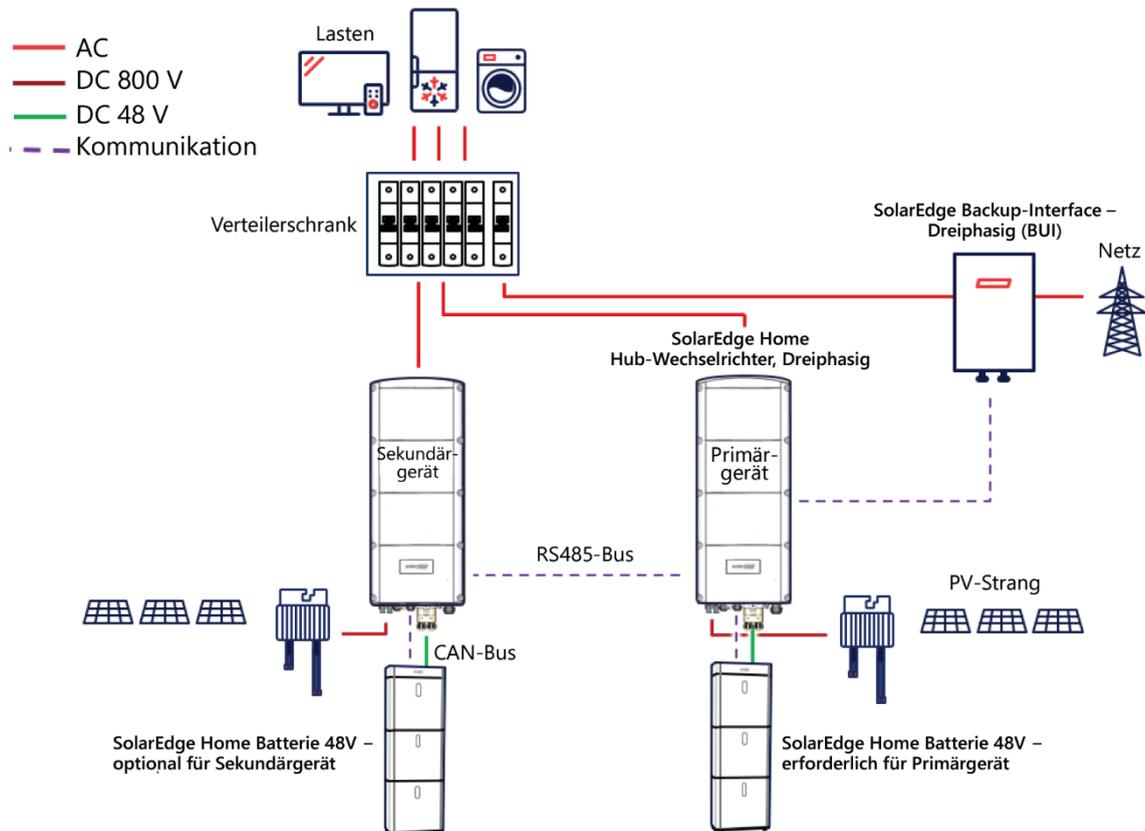

Abbildung 1 SolarEdge Dreiphasen-Lösung zur Ersatzstromversorgung
- Version 2 (Juli 2023) – Änderung in Abbildung 1
Abbildung 1 zeigt die dreiphasige Lösung zur Ersatzstromversorgung von SolarEdge.